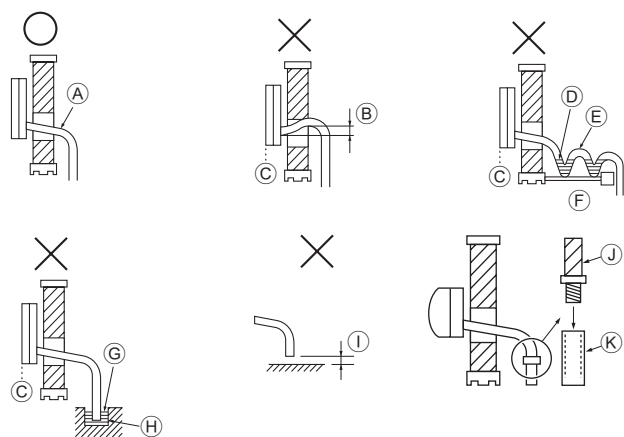

Рис. 5-1
5.1. Дренажные трубы (Рис. 5-1)